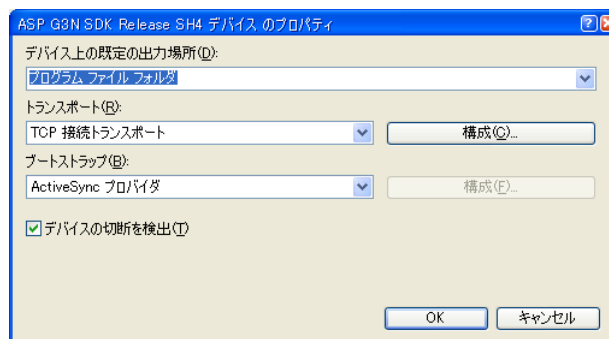

図 4-3-2-2. デバイスのプロパティ
- ④ [トランスポート]の[構成]を押します。[TCP/IP トランスポートの構成]ダイアログが開きます。(図 4-3-2-3)